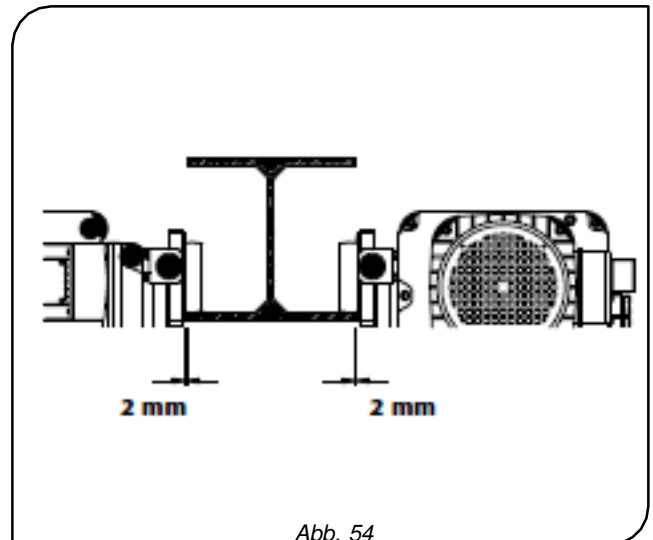

Abb. 54
13. Es muss überprüft werden, dass alle vier Laufschiene der Laufräder korrekt auf dem Träger aufliegen und dass zwischen dem Rand der Laufräder und der Flansch des Profilträgers ein Spiel von max. 2 mm pro Seite besteht (Abb. 54).